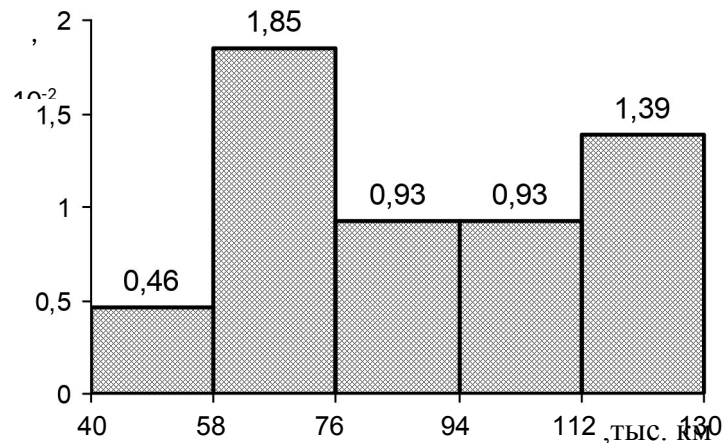

Рис. 2.1. Гистограмма распределения плотности отказов
10. По данным табл. 2.1. построим гистограмму распределения плотности отказов $\hat{t}$ в зависимости от наработки t (рис. 2.1)